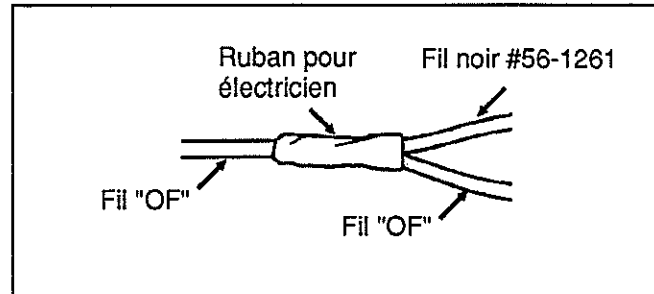

Figure 2
6. Dénuder (sans le sectionner) le fil "OF" dans le câblage, sur une longueur d'environ 13 mm (1/2") puis le souder au fil noir #56-1261 (fourni avec l'ensemble). Voir figure 2.